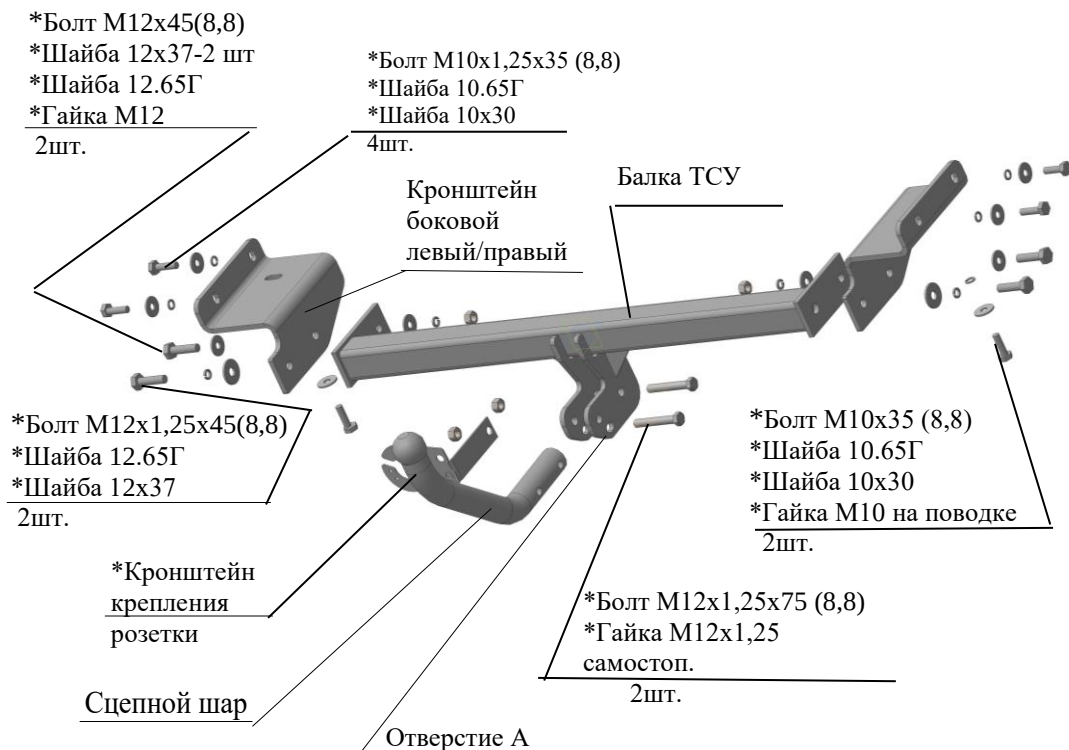

Рис.1 Тягово-сцепное устройство ТСУ 7260.
2.1 ТСУ 7260 в сборе (рис.1)	1 шт.
2.2 Пакет с комплектующими (см. рис.1)	1 шт.
4.2 Закрепить боковые кронштейны ТСУ (левый и правый соответственно рис.1) к боковым наружным полкам лонжеронов а/м болтами М10х1,25х35 используя гайки штатные, подложив под головки болтов шайбы 10.65.Г и шайбы 10х30. Закрепить кронштейны к нижним полкам лонжеронов болтами М10х35 и гайками М10 на поводке (на рис.1 условно не показаны), вставив гайки на поводке внутрь лонжеронов и подложив под головки болтов шайбы 10.65Г и шайбы 10х30. Крепеж не затягивать.